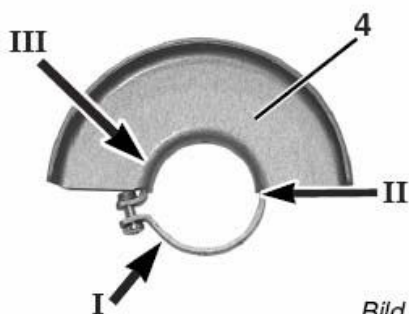

Bild. 1
См. рис. 1: на крепежном кольце защитного кожуха (4) имеются три выступа (I, II, III) для предотвращения проворачивания.